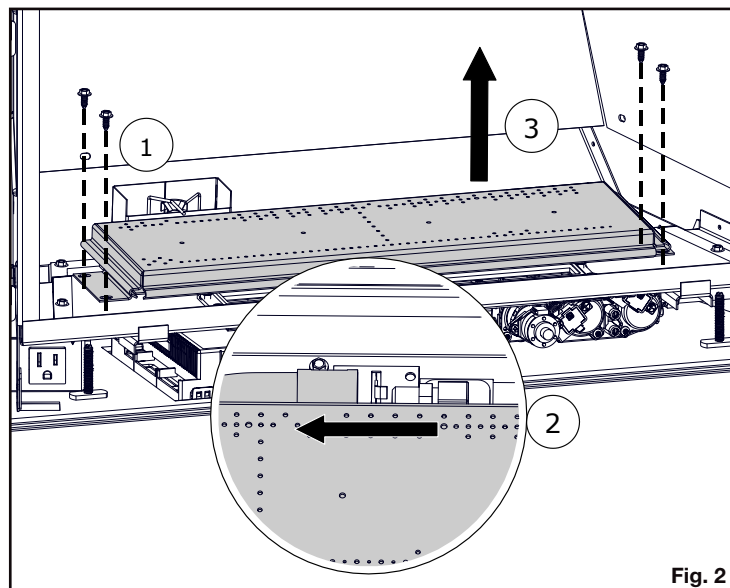

Fig. 2
- ☐ 4. Retirez les 4 vis maintenant le brûleur en place, faites glisser le brûleur vers la gauche pour retirer l'orifice (**Fig. 2**).